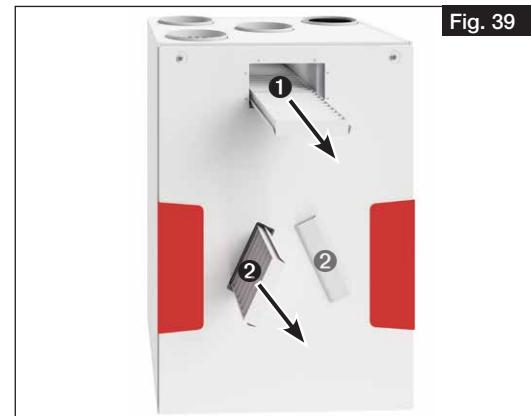

Fig. 39
2. Retirer le filtre air extérieur ① vers l'avant et le remplacer (voir Fig. 39).
4. Retirer le filtre air extrait ② vers l'avant et le remplacer (voir Fig. 39).